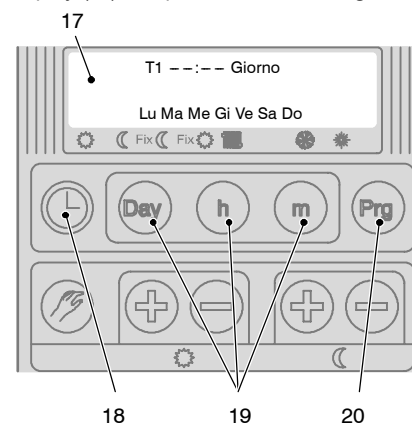

fig. 2.11
- 1 Per programmare le fasce di accensione o spegnimento premere il tasto **Prq** (20). Sul display (17) compaiono le scritte di fig. 2.11
- 6 Premere il tasto (18 in fig. 2.11) per uscire dalla programmazione.